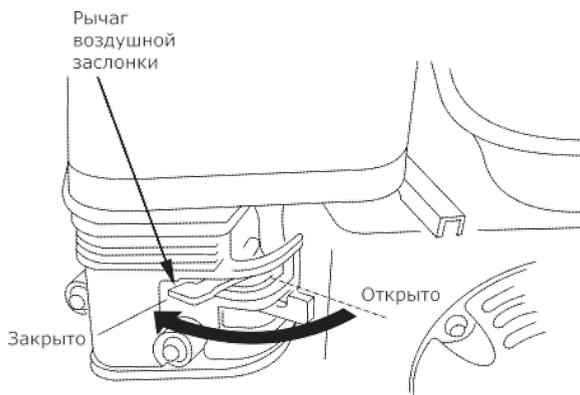

Рис.10
- Поставьте рычаг привода воздушной заслонки (рис. 10) в следующее положение: